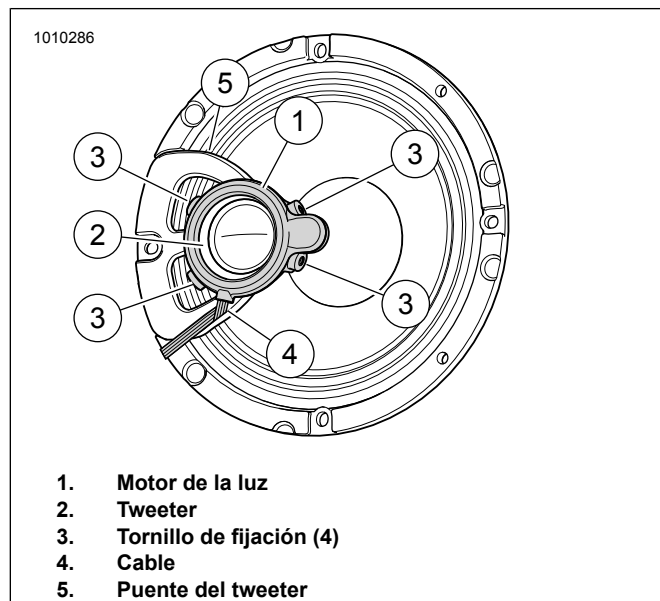

Figura 29. Altavoz, tweeter, puente del tweeter y luz LED
Consulte la Figura 29. Coloque el motor de la luz (1) en el tweeter (2) como se muestra. Comprima suavemente el motor de la luz en su lugar.